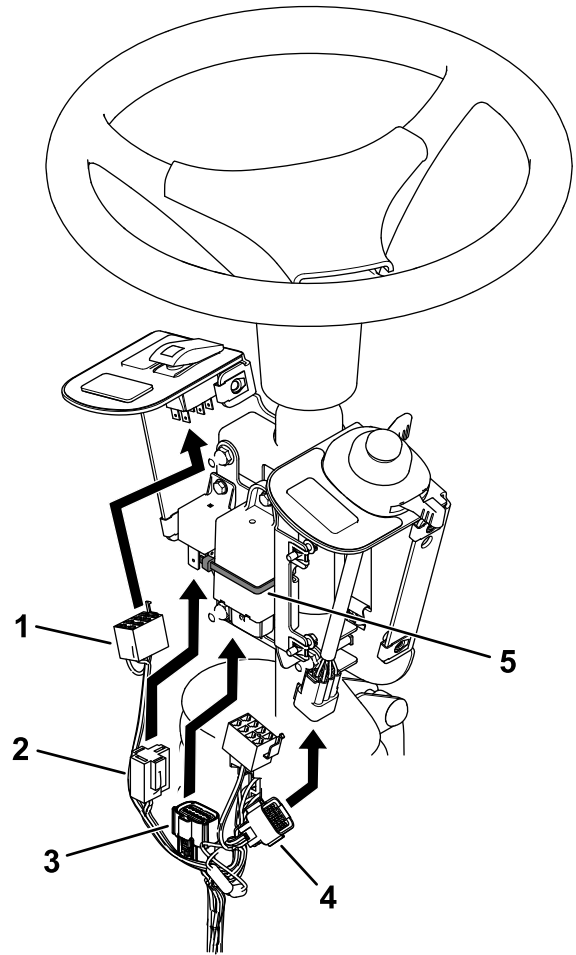

**Figura 7**
4. Instale o pisca e o relé na placa de montagem do fusível utilizando dois parafusos (n.º 10 x 3/8 pol.) como se mostra na Figura 7.